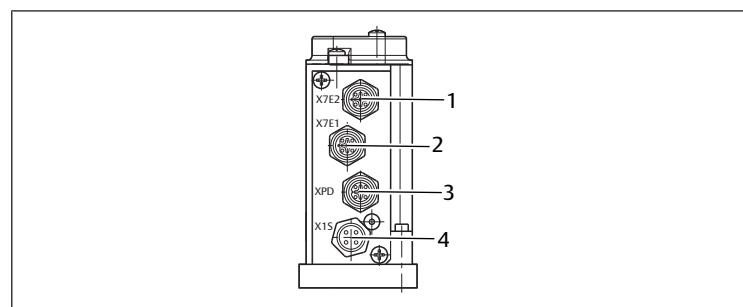

Fig. 3: Conexiones y conector
La conexión al sistema de bus se realiza mediante los conectores de datos M12, de 5 polos, codificados D. En un sistema PROFINET se puede seleccionar la secuencia física de aparatos que se deseé. Por ello, las conexiones X7E1, PROFINET (2) y X7E2, PROFINET (1) son intercambiables y se pueden configurar solamente fuera de funcionamiento. Véase → Fig. 3.